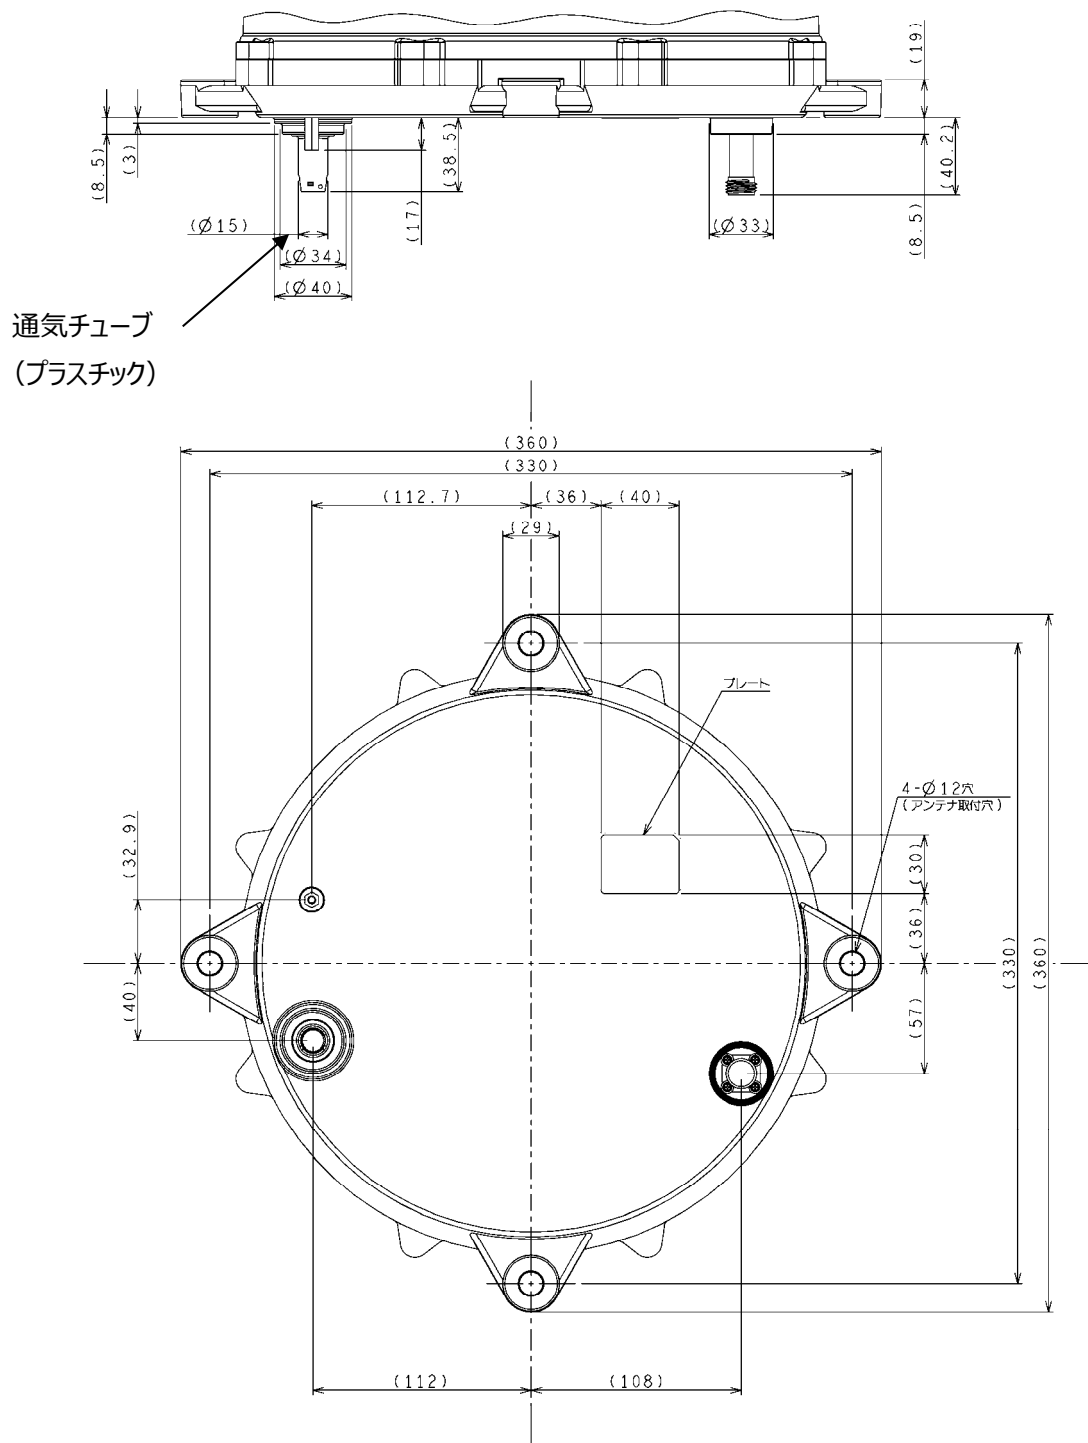

図 3-2-2 衛星船舶車載アンテナ 01 (下部)
- 図3-2-2 衛星船舶車載アンテナ 01 (下部) 2-6